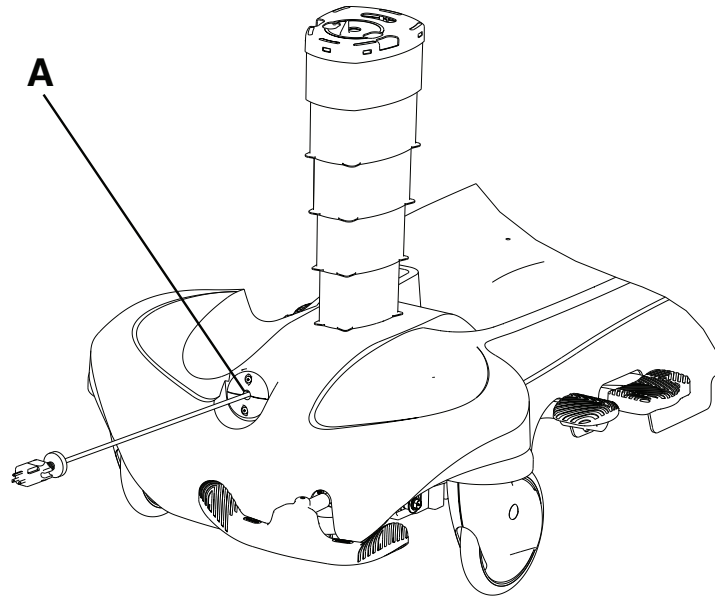

Figura 18 – Bobina do cabo retrátil
Para alongar o cabo de alimentação, puxe-o da bobina do cabo retrátil (A) até ao comprimento desejado (Figura 18).